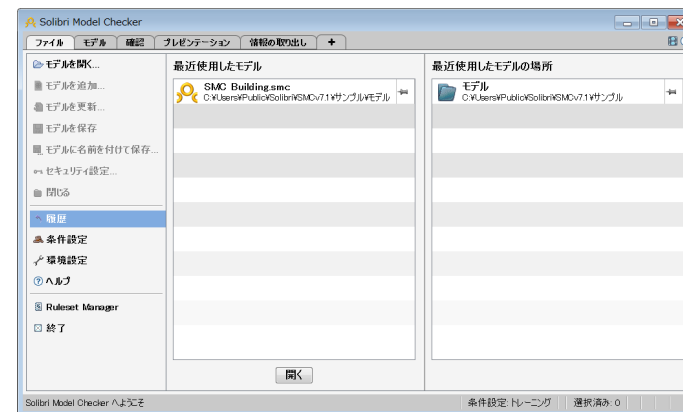

図 3 ファイル レイアウトと「最近使用したモデル」
- 3) SMC を立ち上げると以下のようなファイル レイアウト画面が表示されます。（図 3 を参照）